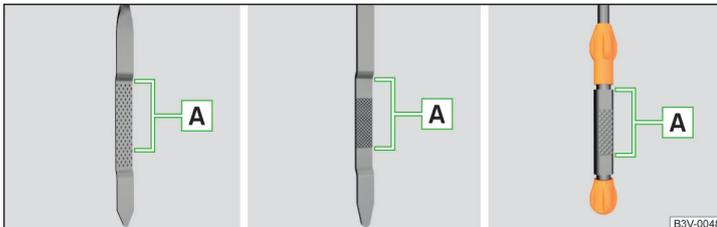

Abb. 314 Ölmessstabvarianten
Der Ölstand muss im Bereich **A** liegen » Abb. 314. Liegt der Ölstand unterhalb des Bereichs **A**, das Öl nachfüllen.
- Der Ölstand darf keinesfalls außerhalb des Bereichs **A** liegen » Abb. 314 - anderenfalls besteht die Gefahr der Beschädigung des Motors sowie der Abgasanlage.